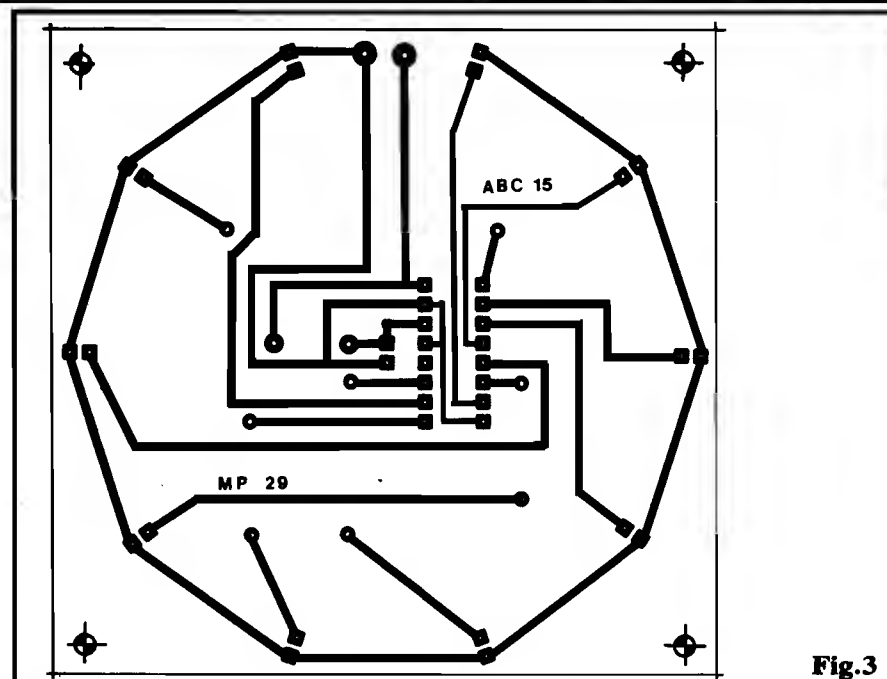

Fig.3
- FIG. 3 - LAY OUT (TAMANHO NATURAL) DO CIRCUITO IMPRESSO ESPECÍFICO - O padrão do cobreado (ilhas e pistas) especialmente desenhado para promover o substrato físico e elétrico da montagem, está na figura, em escala 1:1 (pode ser diretamente copiado sobre uma placa "virgem" nas convenientes dimensões, para a devida confecção do Impresso...). Notem que, numa montagem desse gênero, o **lay out**, em sua distribuição, contribui **muito** (senão totalmente...) para a própria beleza ou "elegância" visual final, uma vez que desse desenho básico depreende a organização geométrica do **display**! Aquele "jeitão de roda" é consequência da incorporação do **display** circular de LEDs ao próprio padrão básico do Impresso, o que - inclusive - facilitará muito a "vida" do montador, evitando uma profusão de fiozinhos na implementação final (detalhes à frente...). Como sempre, recomendamos muita atenção e cuidado na elaboração do Impresso (já tivemos várias "Aulas" e "Lições" a respeito... Quem - por acaso, "esqueceu" o assunto, de-